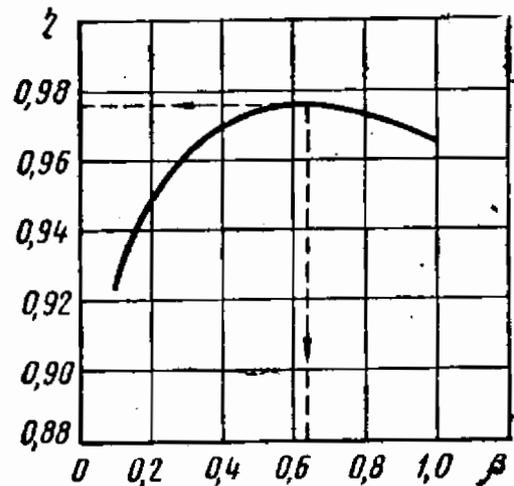

Рис. 11.13
11.13. Для трансформатора с номинальной мощностью $S_n = 20$ кВА известна кривая $\eta(\beta)$ при $\cos \varphi_{2n} = 1$ (рис. 11.13).